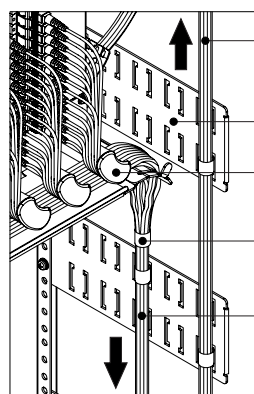

Figura 10B
4. Fixe os cordões unidos no primeiro suporte guia de cabo lateral (item 1) localizado logo abaixo do Sub-Rack utilizando o Velcro dupla face (veja figura 10B).
9. Fixe os cordões na parte frontal dos demais suportes guia de cabo lateral encaminhando-os até a saída do Rack FTH-600 (veja figura 10B).